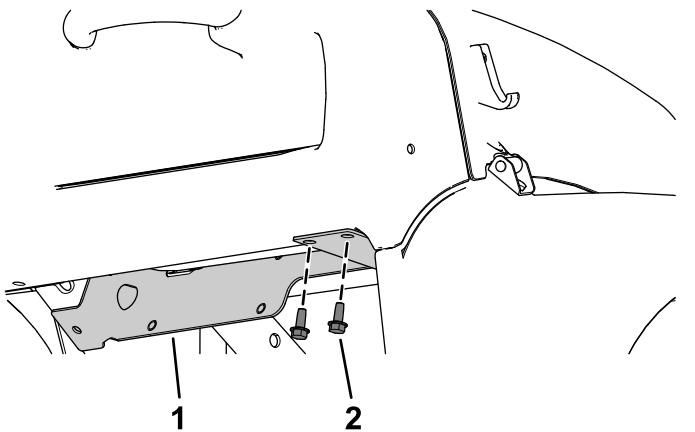

Bild 25
- B. Befestigen Sie die rechte Seite der Heizungshalterung mit den beiden zuvor entfernten Schrauben (5/16" x 3/4") am Armaturenbrett, wie in Bild 25 dargestellt.